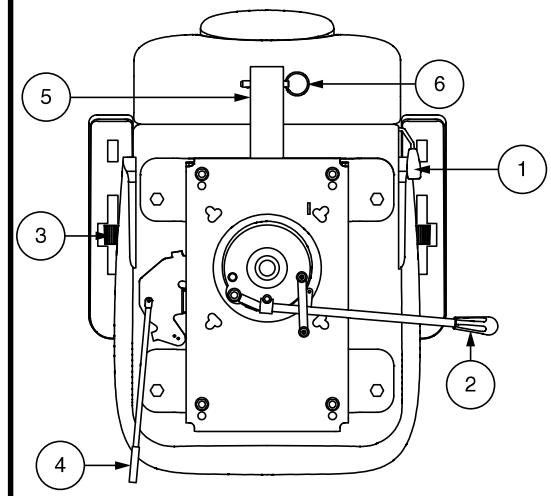

Abb. 14. Sitzeinstellungen
Um die verstellbare Rückenlehne einzustellen, befolgen Sie diese Schritte. **Siehe Abb. 14.**
1. Zum Entriegeln des Sitzes den Sitzverschluss je nach Sitztyp entweder nach oben ziehen oder nach vorne schieben. Siehe Abb. 14.
Der Armlehnenwinkel Ihres Elektromobils kann nach oben oder nach unten verstellt werden durch das Drehen der Einstellscheiben. Siehe Abb. 14.
1. Drehen Sie den Hebel zur Verstellung der Sitzposition nach aussen. Siehe Abb. 14.
Die Zubehörhalterung am Heck ermöglicht es Ihnen, persönliche Zubehörkomponenten wie Korb, Gehhilfe oder Sauerstofftank hinter dem Elektromobil anzubringen. Verwenden Sie den Sicherungsstift, um das Zubehörteil sicher an der Halterung zu befestigen. Siehe Abb. 14. Für weitere Informationen wenden Sie sich an Ihren Vertragshändler.